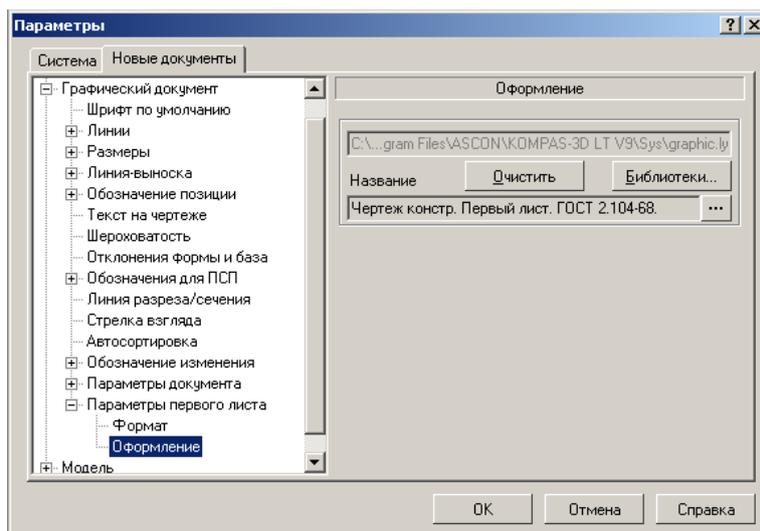

Рис. 15.13. Окно диалога установка параметров **Оформление**.
8. Выберите оформление листа чертежа, в том числе оформление основной подписи (**Параметры первого листа**⇒**Оформление**, рис. 15.13): **Чертеж констр(укторский). Первый лист. ГОСТ 2.104-68**, если в вашей поставке КОМПАС-3D LT не предусмотрено ученическое оформление параметров листа.